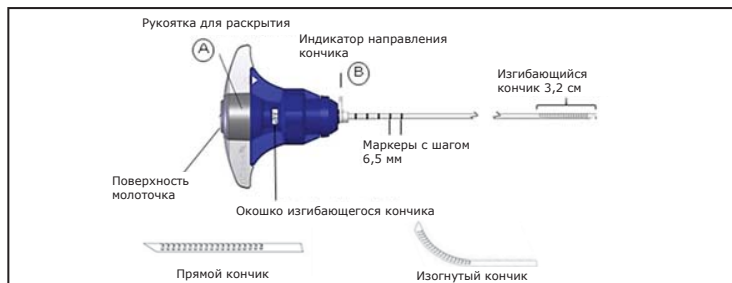

Рисунок 1
Рисунок 1. Ручка для закрытия (A) представляет собой вращающуюся часть, которая сгибает дистальный кончик изделия. Индикатор направления кончика (B) показывает направление, в котором сгибается изгибающийся кончик.